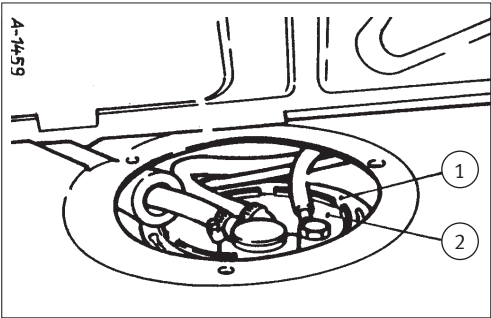

Abb. 1/ Fig. 1/ Puc. 1/图1
- Prepare the tank to make the fuel gage and the fuel pump accessible, fig. 1.
- Observe the installation orientation of the sensor (2, fig. 1) of the fuel gage and mark, if necessary.
- Release the locking ring (1, fig. 1) and remove the sensor carefully.
- Préparer le réservoir pour permettre l'accès à l'indicateur de niveau d'essence et la pompe à carburant, fig. 1.
- Observer l'orientation de montage du capteur (2, fig. 1) de l'indicateur de niveau d'essence et marquer en cas de besoin.
- Desserrer le jonc de verrouillage (1, fig. 1) et enlever le capteur avec précaution.
- Подготовить бак для обеспечения доступа к указателю запаса топлива и топливному насосу, рис. 1.
- Учитывать положение при монтаже датчика (2, рис. 1) указателя запаса топлива, при необходимости обозначить его.
- Снять стопорное кольцо (1, рис. 1) и осторожно извлечь датчик (2).